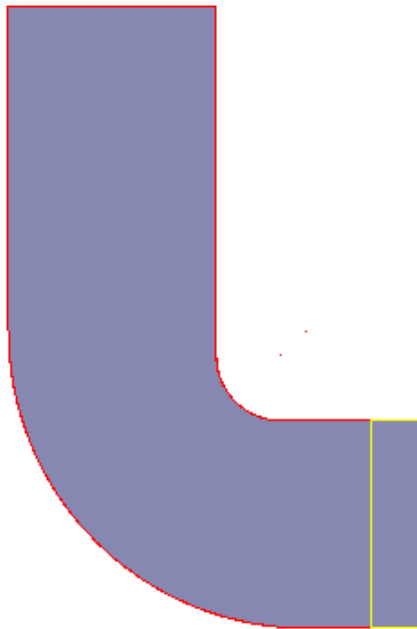

Figura 2.94 Rectángulo en extremo inferior.
- Desde la Barra de Herramientas de Vista seleccionar Vista desde abajo (-Z) , crear un rectángulo con líneas en el extremo inferior de la forma L con 13 mm de ancho (Figura 2.94).